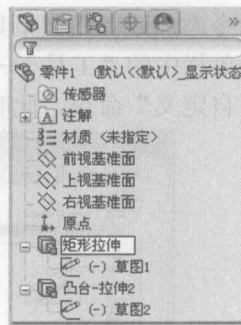

图 1-13 在“FeatureManager 设计树”中更改项目名称
- 如要更改项目的名称, 在名称上缓慢双击选择该名称, 然后输入新的名称即可, 如图 1-13 所示。